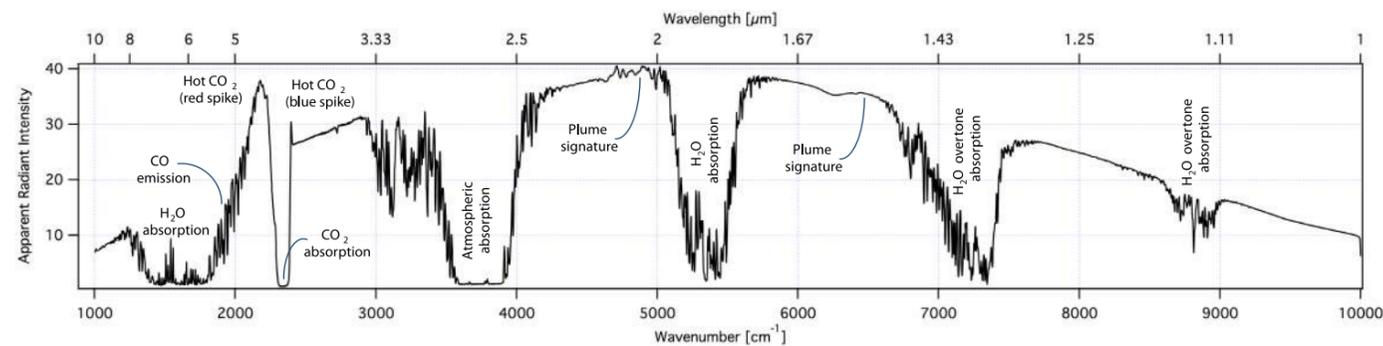

图2. VSR傅里叶变换红外光谱仪原理示意图
- 标配** 无需致冷液的边窗口低温参比源 (见第5页, 图2)